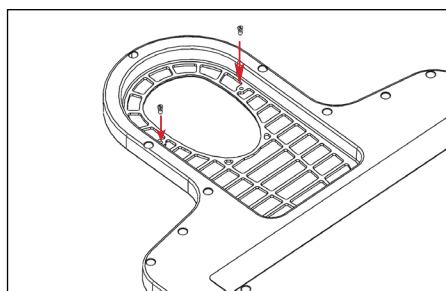

Fig. 2
2. Desde la parte inferior del accesorio de inserción Portrait, atornille las clavijas en sentido horario con un destornillador de cabeza plana (Fig. 2).